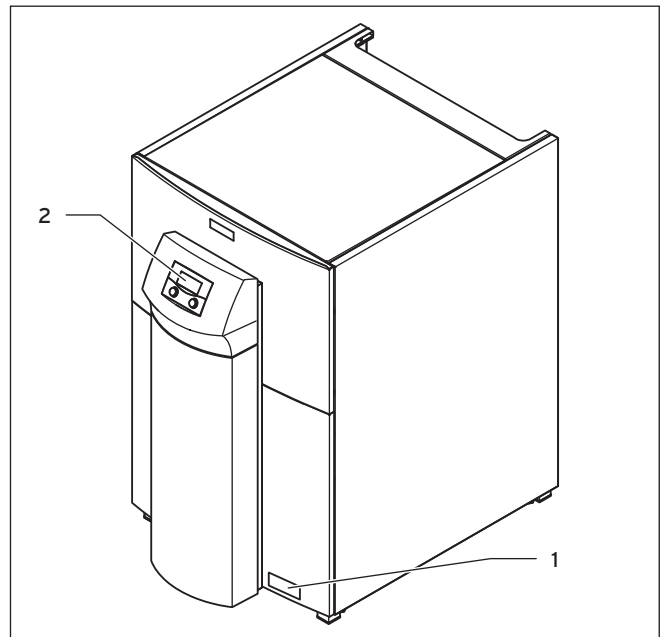

Fig. 3.1 Vista frontale dell'unità interna
Il numero di articolo a 10 cifre della vostra pompa di calore è indicato sull'adesivo applicato (→ **fig. 3.1, pos. 1**) sul rivestimento anteriore, in basso a destra. Corrisponde al numero di serie a partire dalla settima cifra.